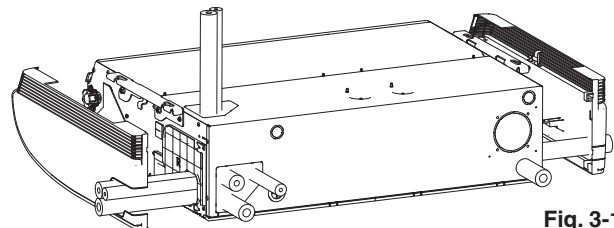

Fig. 3-18
- Las posiciones de las conexiones del tubo de refrigerante se muestran en la siguiente figura. (La tubería podrá dirigirse en 3 direcciones.) (Fig. 3-18)
- * Si la manguera de drenaje se encuentra en el lado izquierdo, consulte la Fig. 3-18 y siga el procedimiento de arriba para instalar la manguera. Vuelva a fijar el tope de caucho retirado antes en el lado derecho.